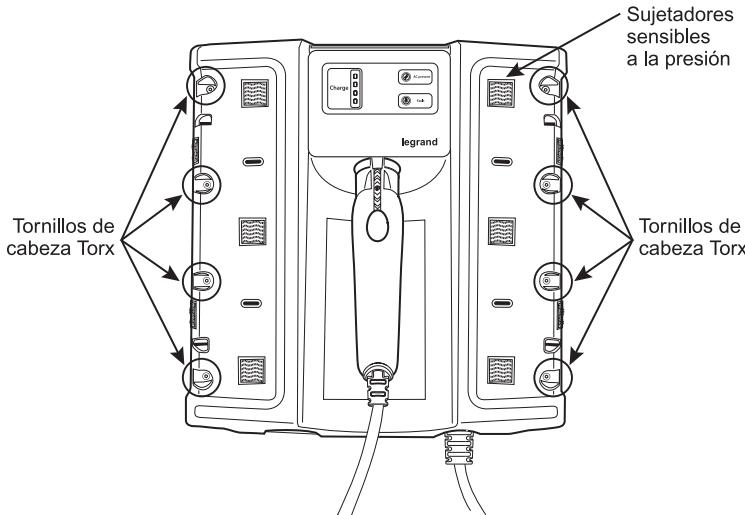

Figura 2
1. Retire la estación de carga del empaque y los paneles decorativos del frente de la unidad con un movimiento firme. Con esto quedarán expuestos 8 tornillos de cabeza Torx (Figura 2). (Los paneles se encuentran unidos con sujetadores sensibles a la presión).